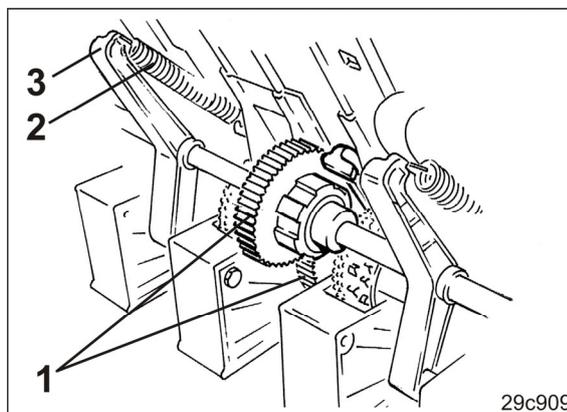

Рис. 245
8. Приведите в зацепление зубья (Рис. 245/1) муфты промежуточного вала и цилиндрического зубчатого колеса высевающего вала.
9. Прицепите натяжные пружины (Рис. 245/2) к поворотным опорам (Рис. 245/3).